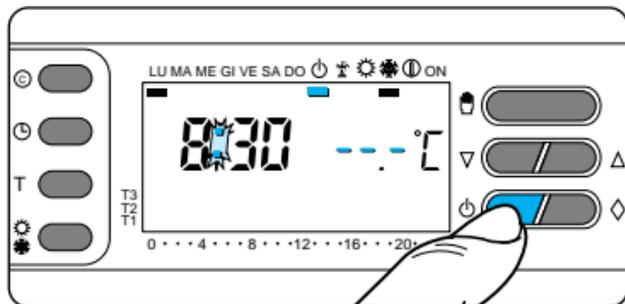

Fig. 68
*El segmento activo bajo ⏻ confirma la desvinculación de THERMOPROGRAM del control de equipo, y desaparece el gráfico del programa (fig. 68).*